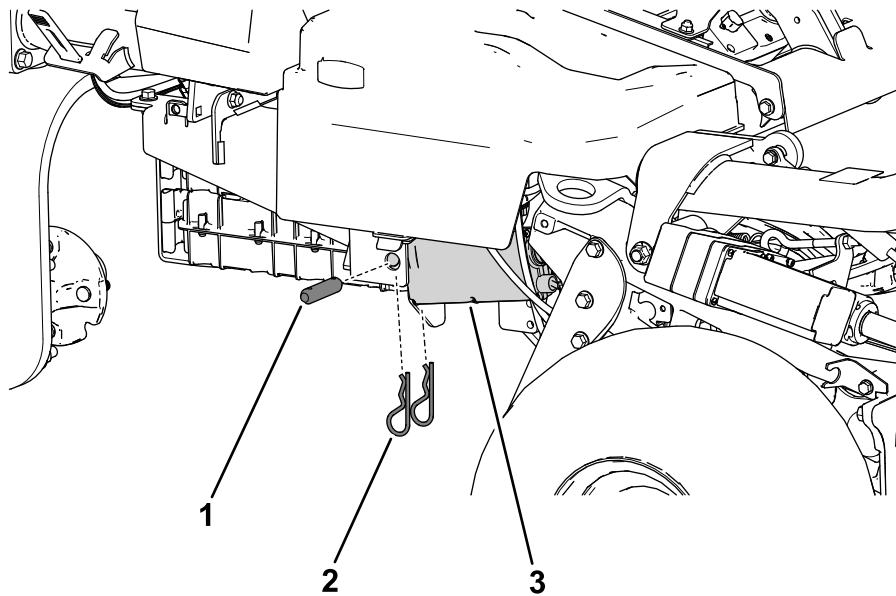

Figure 23
1. Avec l'axe de vérin et les goupilles fendues retirés précédemment, fixez l'actionneur de frein à la plaque de montage inférieure (Figure 23).